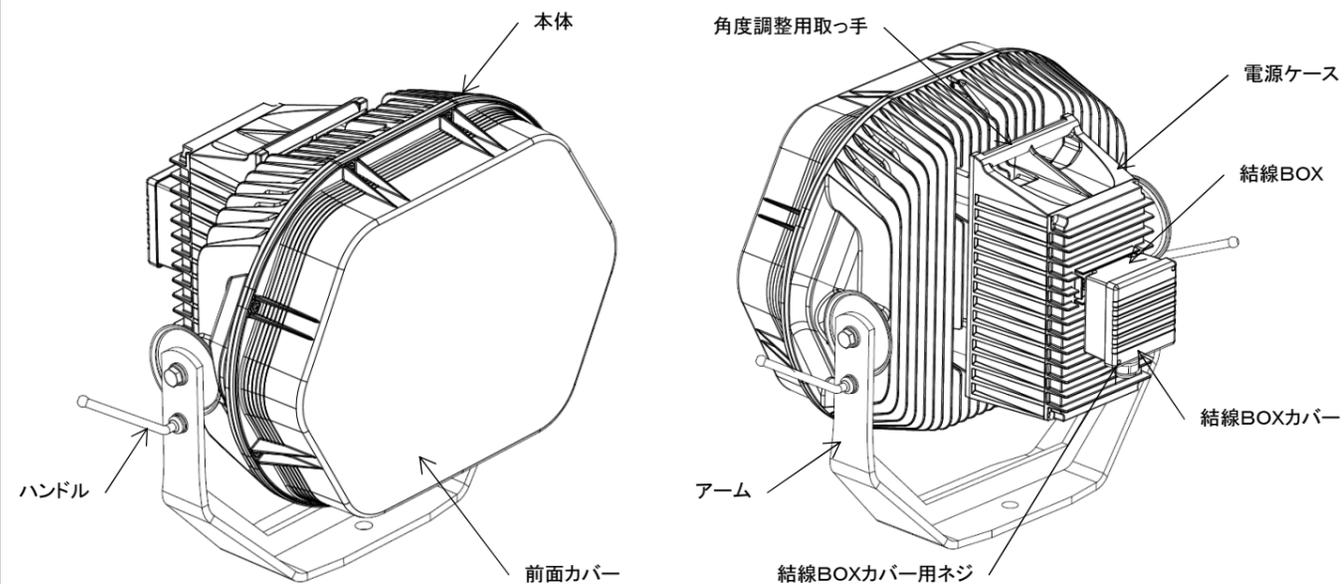

図1
- 角度調整用取っ手(図1)は器具設置後、照射角度を調整するために使用するものであり、運搬用ではありません。運搬用に使用した場合、落下によるケガのおそれがあります。